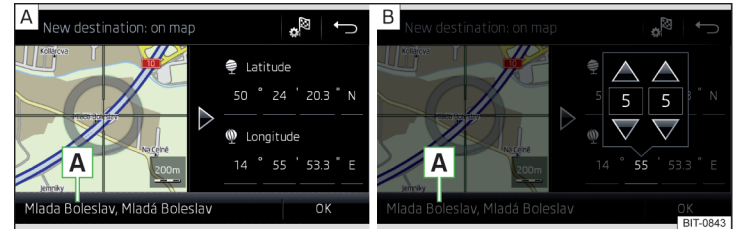

Abb. 224 Ziel eingeben: über den Kartenpunkt / mithilfe von GPS-Koordinaten
- ▶ Durch Bildschirmberührung das gewünschte Ziel in das Fadenkreuz verschieben » Abb. 224 - **A**.
- ▶ Die Werte der GPS-Koordinate nacheinander antippen und einstellen » Abb. 224 - **B**.
Sind in den Navigationsdaten des Infotainments Informationen zum eingegebenen Punkt verfügbar, dann werden diese statt der GPS-Koordinaten angezeigt (bspw. Adresse **A**) » Abb. 224).